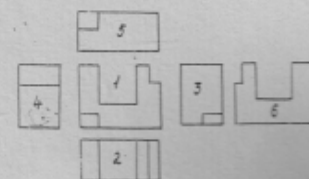

Рис.3
4. Укажите название вида, обозначенного цифрой 4 на рис.3.